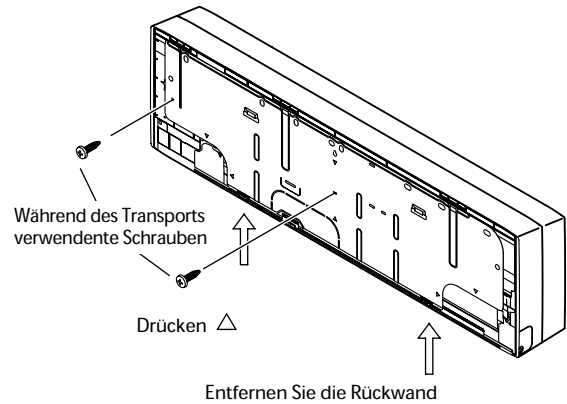

Abb. 3-13
- (1) Die Stellschrauben, mit denen die Rückwand beim Transport an der Inneneinheit befestigt ist, herausdrehen.
- (2) Die Rückwand an den beiden durch die Pfeile in der Abbildung rechts angezeigten Stellen hochdrücken und abnehmen (Abb. 3-13).
Zum Abnehmen der Inneneinheit an den beiden Stellen (Markierungen) am unteren Teil des Rahmens der Einheit hochdrücken, um sie von den Montageansätzen zu lösen. Siehe Abschnitt 3-6. "Abnehmen der Rückwand von der Einheit" (Abb. 3-13).